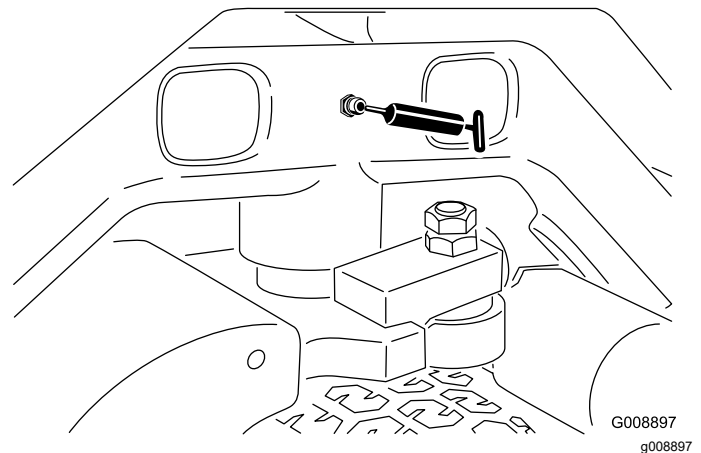

Figura 48
- Pivote de dirección (Figura 48)